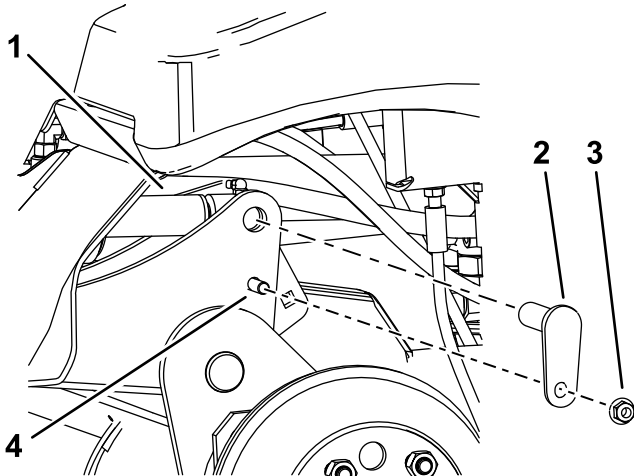

図 10
C. ポンチを使って、シリンダロッドの穴と昇降アームの穴を揃える 図 10。
D. ボルト3/8" x 1 1/4"2本、ナット3/8"2個、小さいピン2本を使用して、昇降アームをシリンダに固定する 図 10。